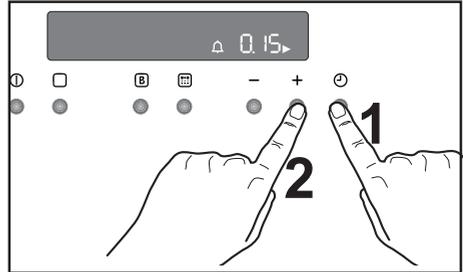

Abb. 7
- 1) Wählen Sie mit der Taste  die Kurzzzeituhrfunktion an. Das entsprechende Symbol  blinkt und auf der Bedienblende erscheint "0.00". (Abb. 7)